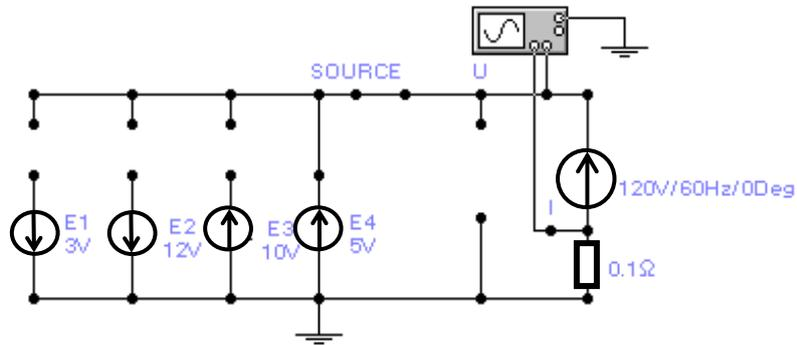

Рисунок 3 – Схема эксперимента
3.2.5 Размыкая и замыкая переключки у источников ЭДС, получите на экране осциллографа характеристики и зарисуйте их (рисунок 3).